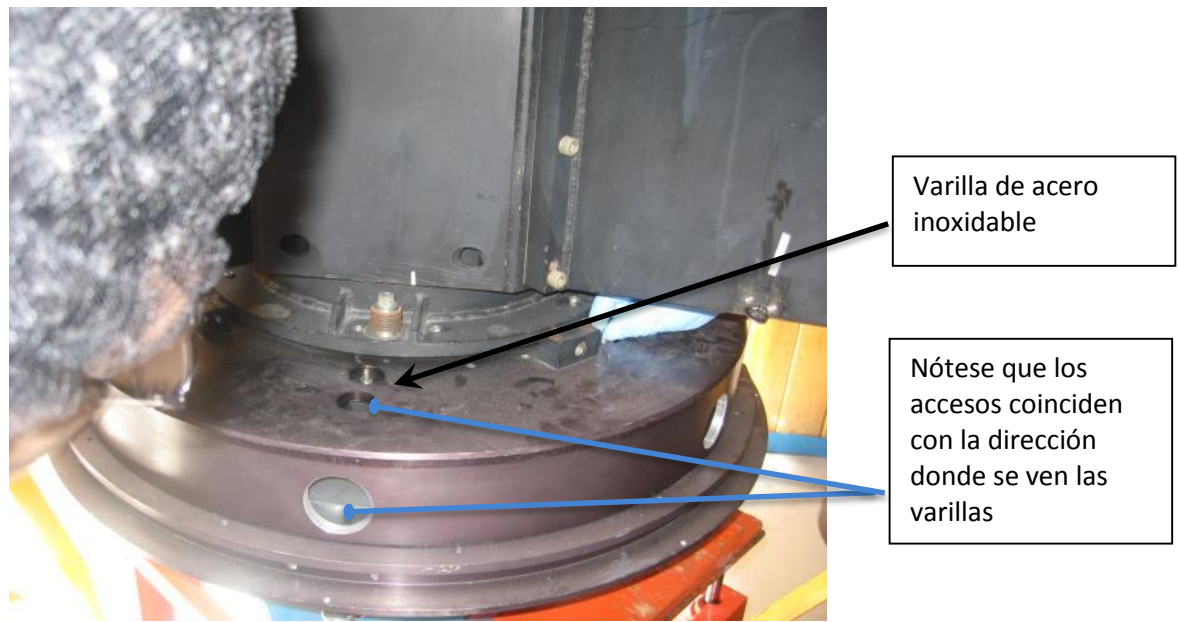

Figura 7: Ubicación de las varillas de acero inoxidable.
- 3.7. En la parte posterior del espejo se encuentra un sistema triangular de balancines y barras de aluminio con el que se sujeta a la celda. Las barras tienen orificios por los cuales pasan unas varillas delgadas de acero inoxidable que se atornillan al espejo y, en el otro extremo, se sujetan con una tuerca al sistema triangular de balancines (ver *Figura 7*). Se coloca una llave Allen en la cabeza de la varilla para evitar que gire, y con una llave o creciente se procede a quitar las tuercas.